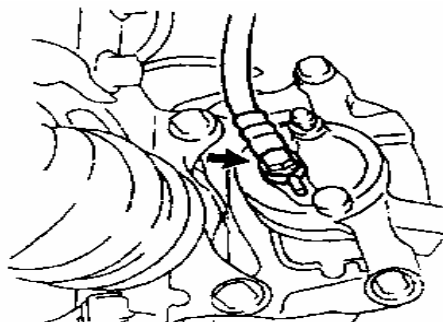

图 3—23
(1) 从后盘式制动分泵上拆下接头螺栓和垫圈, 然后脱开软管, 如图3—23所示。
(2) 固定住后盘式制动分泵滑动销后, 拆下2个螺栓, 如图3—24所示。